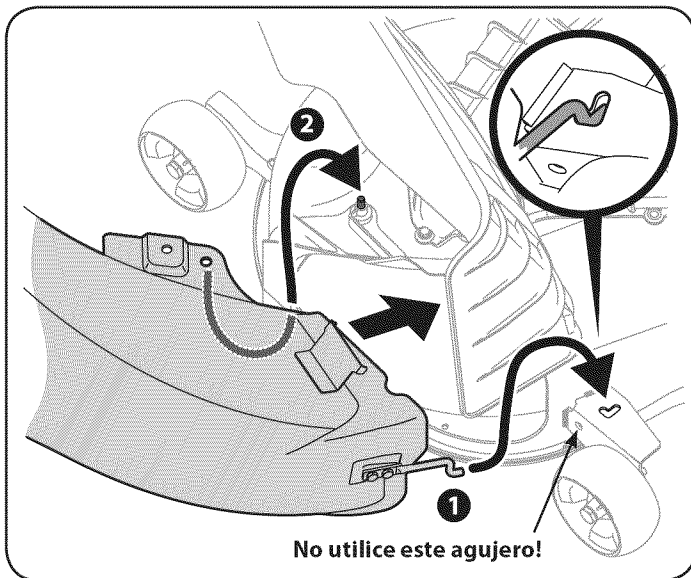

Figure 43
4. Inserte el extremo del codo canal de descarga (1) en el orificio correspondiente en la rueda cubierta montaje según se indica en el recuadro de Figure 43.
5. Pivotar el canal de descarga hacia atrás hasta que el agujero en el codo de conducto de descarga se alinea con el pasador en el adaptador de la plataforma. Mueva el codo de descarga hacia abajo en ese pin como se muestra en 2 de Figure 43.